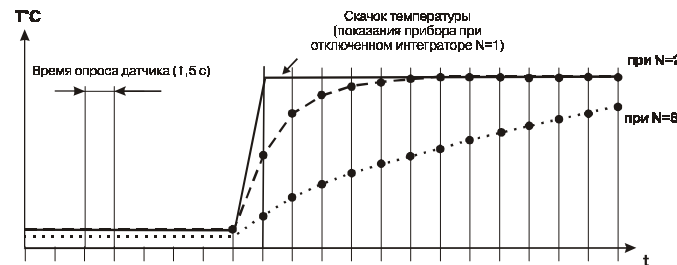

Рис. 7
3.1.3.2. В этом параметре задается количество последних N измерений, из значений которых прибор вычисляет среднее арифметическое. Полученная величина поступает на входы ПИД-регулятора и устройства сравнения. При значении параметра равном 0 и 1 фильтр выключен. Действие параметра "глубина фильтра" показано на рис. 7. Уменьшение значения N приводит к более быстрой реакции прибора на скачкообразные изменения контролируемой величины, но снижает помехозащищенность измерительного тракта. Увеличение значения N приводит к улучшению помехозащищенности, но вместе с этим повышает инерционность прибора.